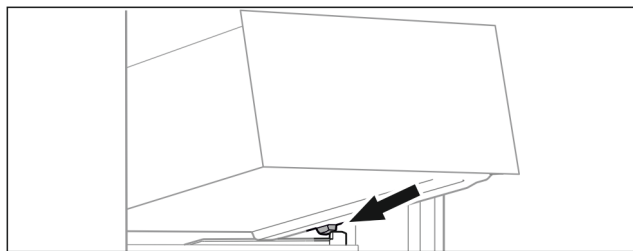

Fig. 67
- ▶ Placer le tiroir, en l'inclinant, derrière les butées sur la nervure de récipient. (voir Fig. 67)